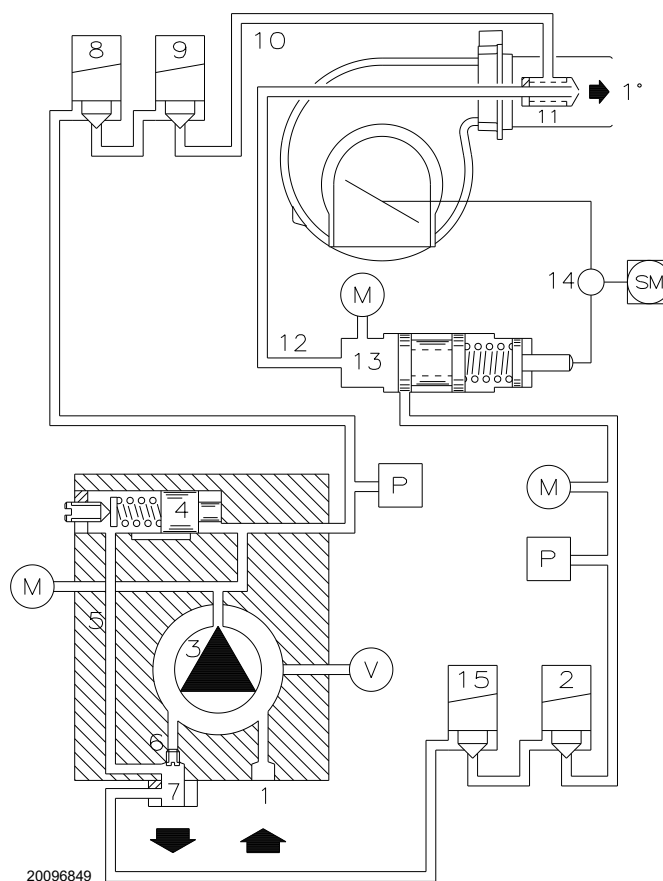

Fig. 30
Están instaladas en el quemador con el by-pass cerrado por el tornillo 6)(Fig. 30).
- La bomba 3)(Fig. 30) aspira el combustible del depósito a través del conducto 1) y lo empuja bajo presión a la alimentación.
Leyenda (Fig. 30)